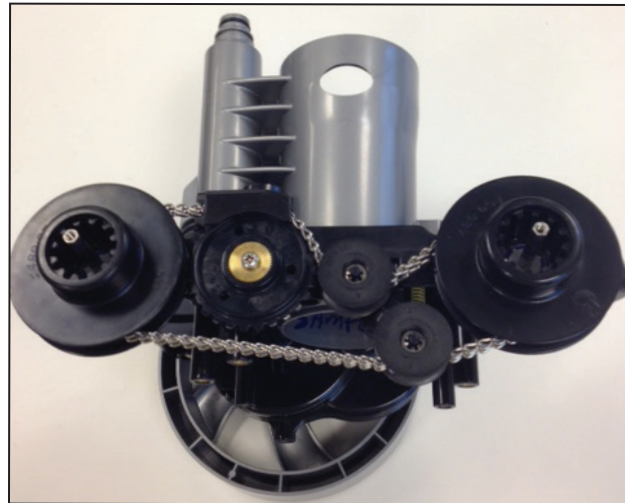

Figure 16. Boîtier inférieur de l'ensemble de remis à neuf retiré
3. Retirer le boîtier inférieur (Figure 16).